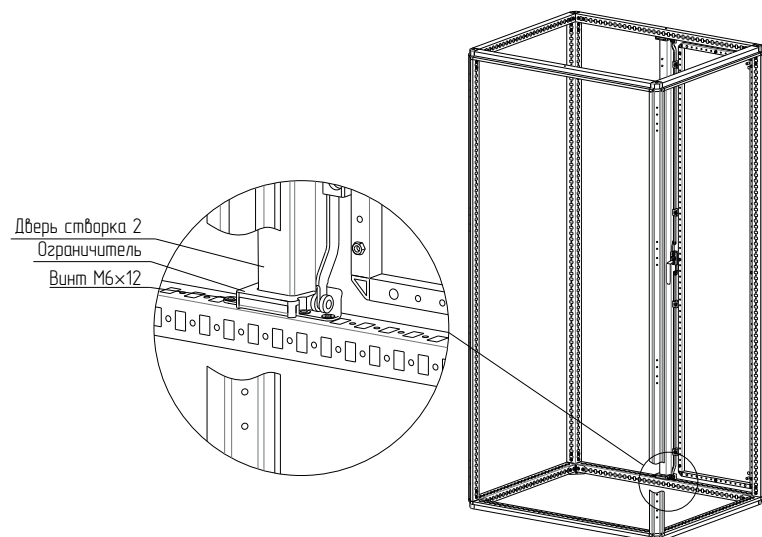

Рисунок 33
4.11.5 Установить ограничители сверху и снизу каркаса (рисунок 33). Для крепления использовать винты самонарезающие М6×12. Момент затяжки – 7 Н·м.